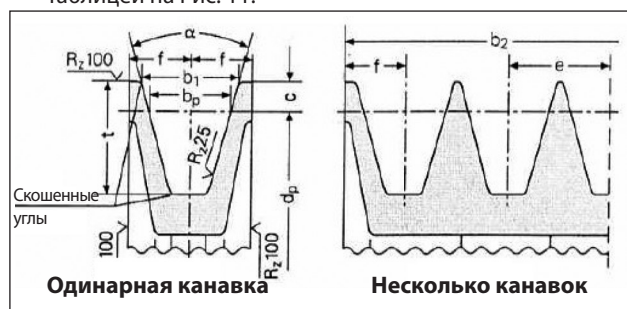

Рис. 10
- Применяйте шкивы для клиновых ремней, размеры канавок которых соответствуют рекомендациям / указаниям изготовителя используемого ремня. При отсутствии указаний руководствуйтесь Рис. 10 и таблицей на Рис. 11.